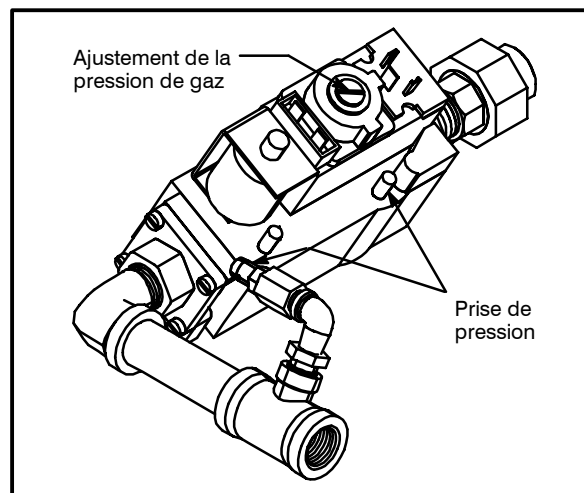

Figure 18
7. Ajuster la pression du gaz si nécessaire. Voir la Figure 18.